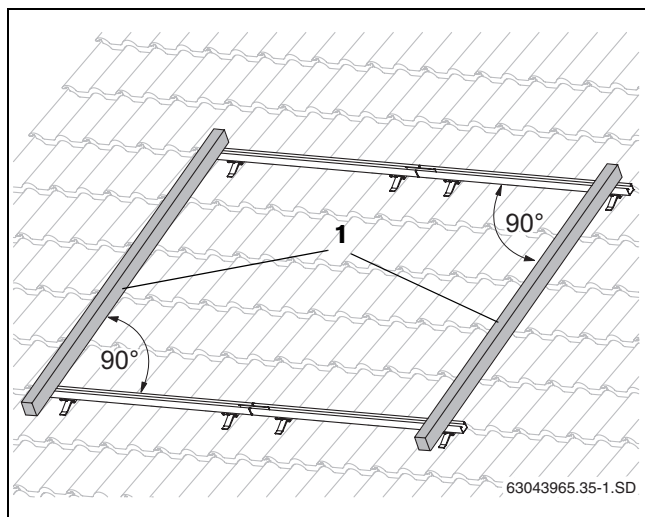

Fig. 30 Nivelar los perfiles guía
- Alinee los perfiles guía superiores e inferiores lateralmente y en posición horizontal (Fig. 30, utilice un nivel de burbuja).
Mida las diagonales o coloque, por ejemplo, un listón (Fig. 30, [1]) en los extremos de los perfiles guía. El ángulo entre el listón y el perfil guía debe ser de 90°. Nivele los perfiles guía mediante los orificios ovalados.